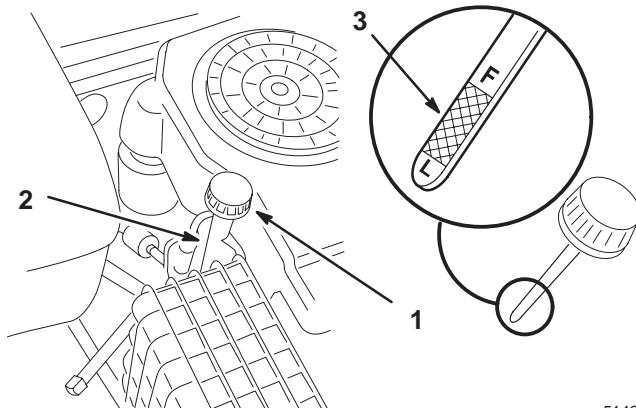

Figure 16
2. Nettoyez la surface autour de la jauge d'huile (Fig. 16) pour éviter que des impuretés ne s'introduisent dans le goulot de remplissage, ce qui risquerait d'endommager le moteur.
3. Dévissez la jauge d'huile et essuyez soigneusement l'extrémité métallique (Fig. 16).
4. Renfoncez la jauge complètement dans le tube de remplissage sans la visser (Fig. 16). Sortez de nouveau la jauge et examinez l'extrémité métallique. Si le niveau est bas, versez lentement juste assez d'huile dans le goulot de remplissage pour amener le niveau au repère du plein ("F"), sans le dépasser.
8. Versez lentement environ 80% de la quantité d'huile spécifiée à la page 23 dans le goulot de remplissage (Fig. 16).
10. Versez avec précaution suffisamment d'huile pour que le niveau atteigne le repère maximum (F) sur la jauge.